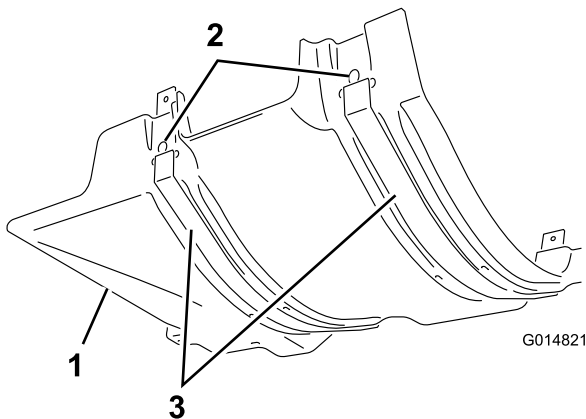

Figura 3
1. Introduzca los flejes del protector térmico en las ranuras del protector térmico del motor trasero (Figura 3), y sujete los flejes al protector con 6 tapones de plástico.